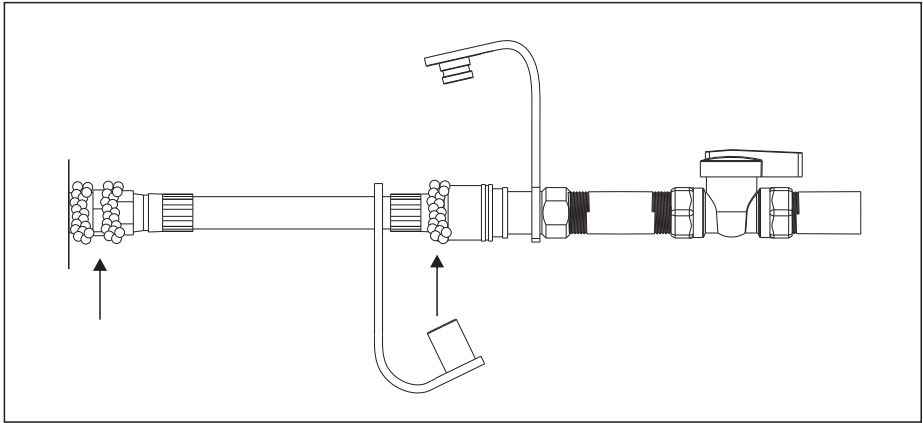

Figura 10
7. Verifique todas las conexiones y juntas con una solución de agua jabonosa sin amoníaco o una solución de detección de fugas. Las burbujas que parecen crecer en tamaño son la indicación de una fuga de gas (Figura 10).